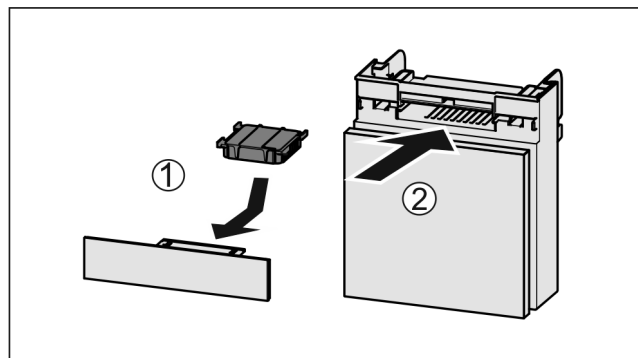

Fig. 143
- ▶ 按图装入 Fig. 143 (1) 活性炭过滤器。
- ▶ 推入 Fig. 143 (2) 抽屉。